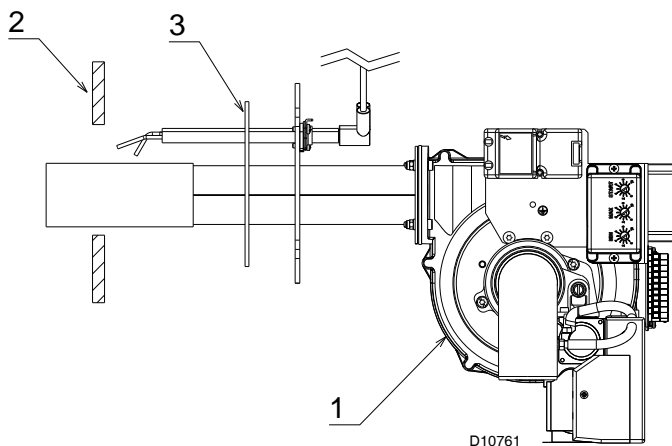

Fig. 5
- Fijar el quemador 1)(Fig. 5) a la puerta del generador 2) con los 4 tornillos y (si es necesario) con las 4 tuercas que se suministran, interponiendo la junta aislante 3).